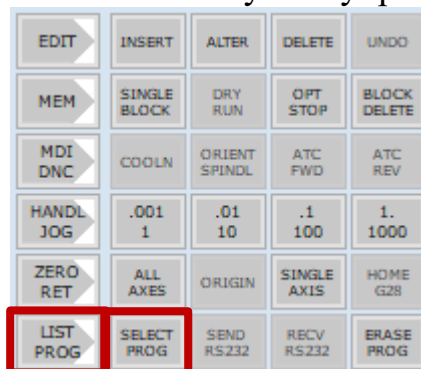

Рис.143. Кнопки «LIST PROG» и «SELECT PROG»
1. Перейти в меню «LIST PROG» на пульте управления (рис.143);
3. Для выбора программы как управляющей нажать кнопку «SELECT PROG» в ряду кнопок «LIST PROG» (рис.143).